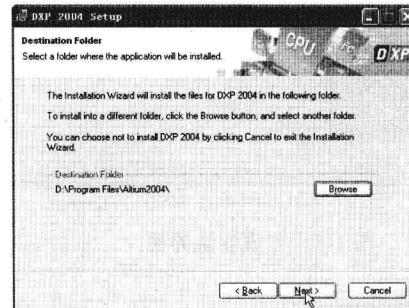

图 1-4 安装路径界面
**步骤 4▶** 单击 **Next >** 按钮，系统弹出指定安装路径界面，如图 1-4 所示。如果需要修改默认的安装路径，可单击 **Browse** 按钮（默认安装路径为 C:\Program Files\Altium2004）。